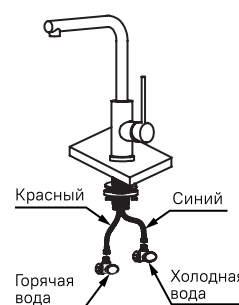

Рис. 4
4. Подключите гибкую подводку к системе водоснабжения, используя пластиковые ключи. Рекомендуется подключение холодной воды справа, горячей – слева (рис. 4). При затяжке накидных гаек необходимо придерживать рукой шланг гибкой подводки